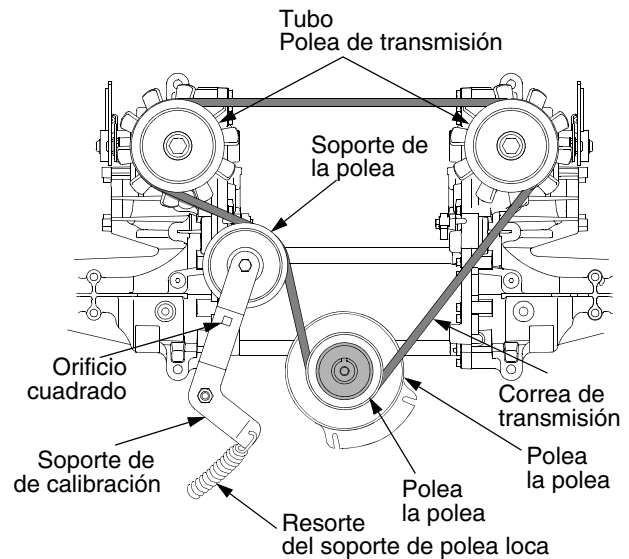

Figura 33
- Desde abajo de la parte trasera del tractor, inserte una llave de apriete de trinquete de 3/8 de pulgada en el orificio cuadrado del soporte de polea loca de la transmisión. Vea Figura 33.